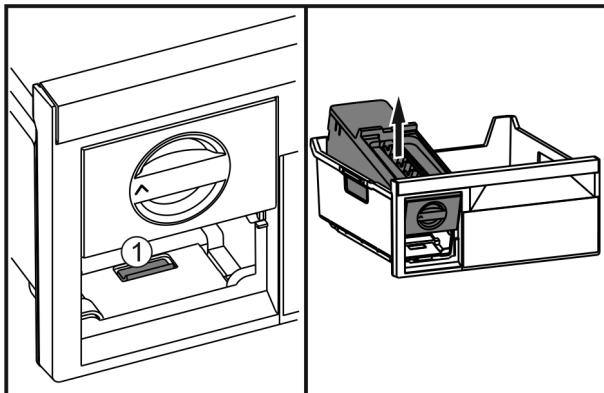

Fig. 56
- Trykk på bøylen Fig. 56 (1), løft opp EasyTwist-Ice bakfra og ta den ut av innfrysningsskuffen.